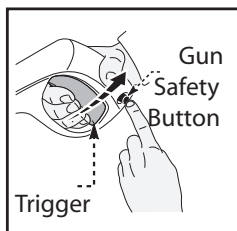

Fig. 6
- Pour le blocage de la gâchette du pistolet, visez le pistolet loin de votre figure et mouvez le bouton de sécurité situé sur le pistolet de gauche à droite (Figure 6). Après, appuyez sur la gâchette afin de vérifier qu'elle soit bloquée et qu'elle ne bouge pas. Veuillez vous habituer à mettre toujours le bouton de sécurité en position de blocage de la gâchette quand vous n'êtes pas en train d'utiliser le nettoyeur. Cela met le pistolet en sécurité et empêche la mise en marche accidentelle de l'appareil.